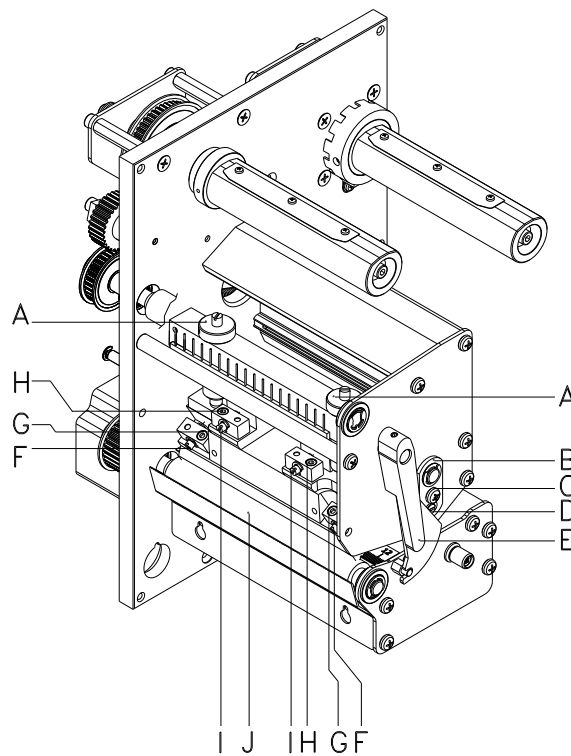

Abbildung 15
1. Schrauben (G oder H, Abbildung 15) mit einem Innensechskantschlüssel (SW 2,5) ca. $\frac{1}{4}$ Umdrehung lösen.
2. Parallelität mit den Stellschrauben (E oder I, Abbildung 15) einstellen.
4. Schrauben (G oder H, Abbildung 15) wieder anziehen.
1. Schraube (C, Abbildung 15) ca. $\frac{1}{4}$ Umdrehung lösen.
2. Exzenterbolzen (D, Abbildung 15) drehen, um einen Druckausgleich zu schaffen und solange nachstellen, bis ein gleichmäßiges Druckbild vorliegt.
3. Schraube (C, Abbildung 15) wieder anziehen.
1. Andruckschrauben (A, Abbildung 15) drehen, um den Druckkopfdruck zu verändern.
2. Drehen der Andruckschrauben (A, Abbildung 15) bis an den Anschlag im Uhrzeigersinn ergibt eine Andruckerhöhung von 10N gegenüber der Werkseinstellung.
3. Drehen der Andruckschrauben (A, Abbildung 15) genau eine Umdrehung vom Rechtsanschlag gegen den Uhrzeigersinn, ergibt die Werkseinstellung.